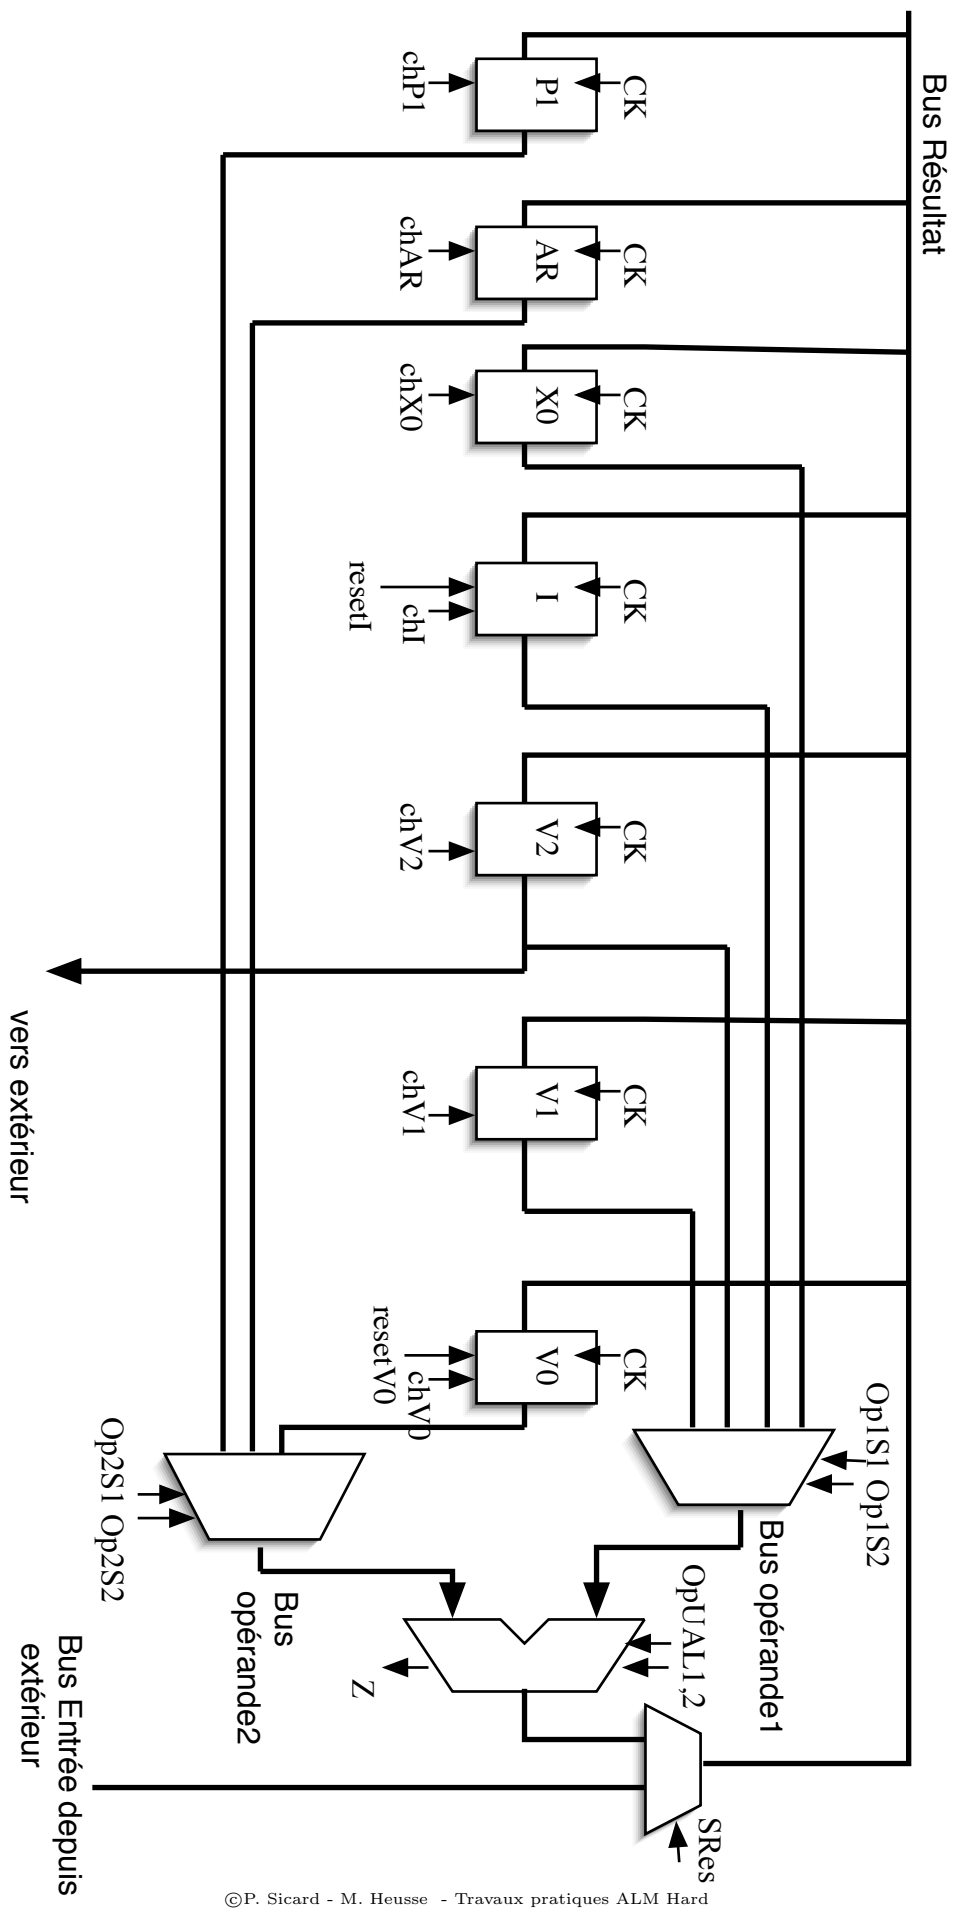

FIG. 4 – La partie opérative du circuit
On pourra utiliser la figure 4 décrivant la PO de façon plus détaillé.
1. Décider des codes utilisés dans l'UAL et sur les multiplexeurs avant de se lancer dans le lustre. Faire apparaître ces choix sur le dessin de la PO donné dans la figure 4